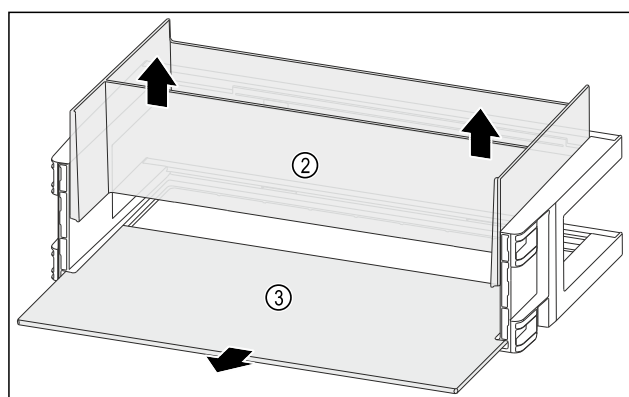

Fig. 109
- Вийміть органайзер Fig. 109 (2) рухом угору.
- Дістаньте полицю Fig. 109 (3).